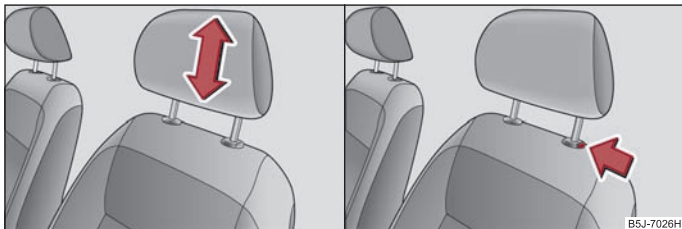

Abb. 48 Kopfstütze: Einstellen / Herausziehen
- Fassen Sie die Kopfstütze seitlich mit beiden Händen an und schieben Sie sie je nach Wunsch nach oben ⇒ Abb. 48 - links.
- Möchten Sie die Kopfstütze nach unten verschieben, drücken und halten Sie die Sicherungstaste mit einer Hand gedrückt ⇒ Abb. 48 - rechts und mit der anderen Hand drücken Sie die Kopfstütze nach unten.
- Drücken Sie die Sicherungstaste in Pfeilrichtung ⇒ Abb. 48 - rechts und ziehen Sie die Kopfstütze heraus.